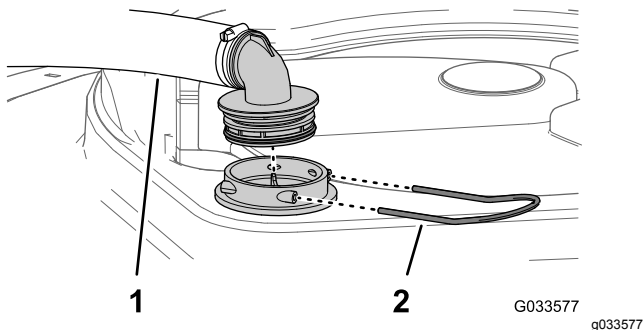

Figura 99
2. En la parte superior del depósito de fumigación, retire la horquilla de retención que sujeta el acoplamiento que está conectado a la manguera grande y al alojamiento del filtro (Figura 99).
3. Retire la manguera y el acoplamiento del alojamiento del filtro (Figura 99).